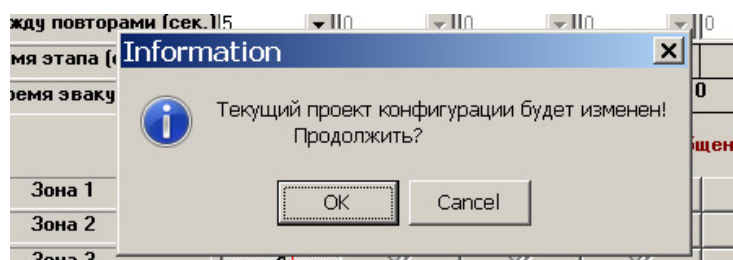

Рис. 48.
- Нажмите на командную кнопку «Чтение». Появится диалоговое окно показанное на рис.48.